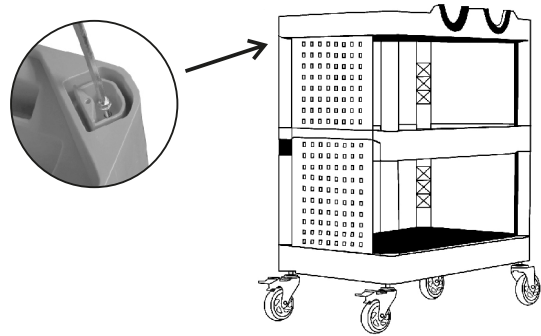

Fig. 5 - Montagem da bandeja superior
e) Com a estrutura inferior montada, parafuse a bandeja superior e encaixe a segunda parte do painel (Fig. 5).